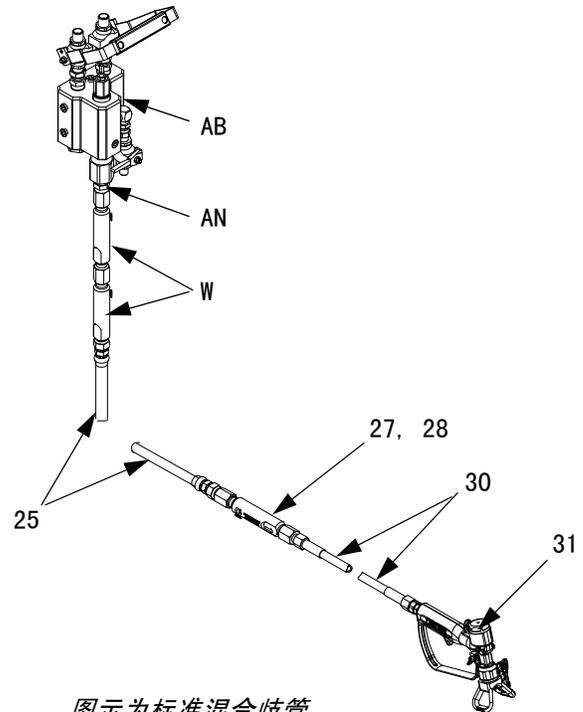

图 9
1. 将带混合器芯 (W) 的两个主静态混合器管出口连接至流体混合软管 (25)、清洁混合器 (27、28)、接出管 (30) 和喷枪 (31)。请参见图 9。
2. 根据需要在混合软管 (25) 和清洁混合器 (27、28) 之间增加混合涂料软管。